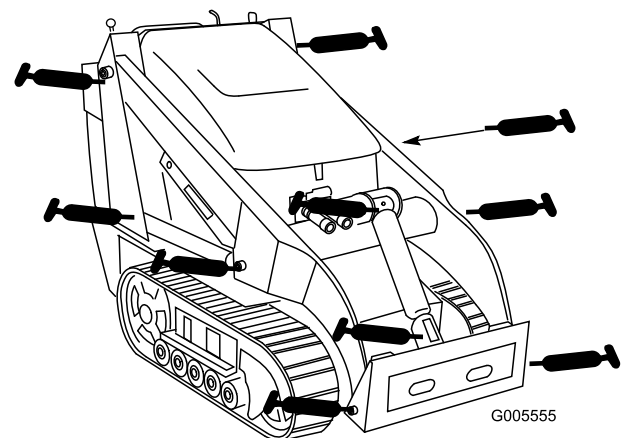
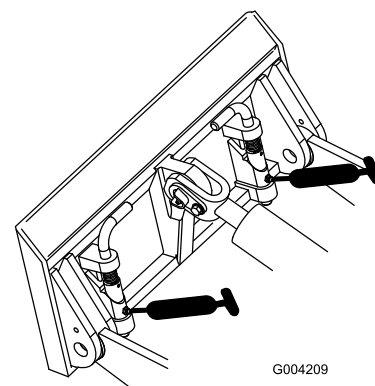

Figure 32
Figure 33
4. Raccordez un pistolet de graissage à chaque graisseur (Figure 32 et Figure 33).